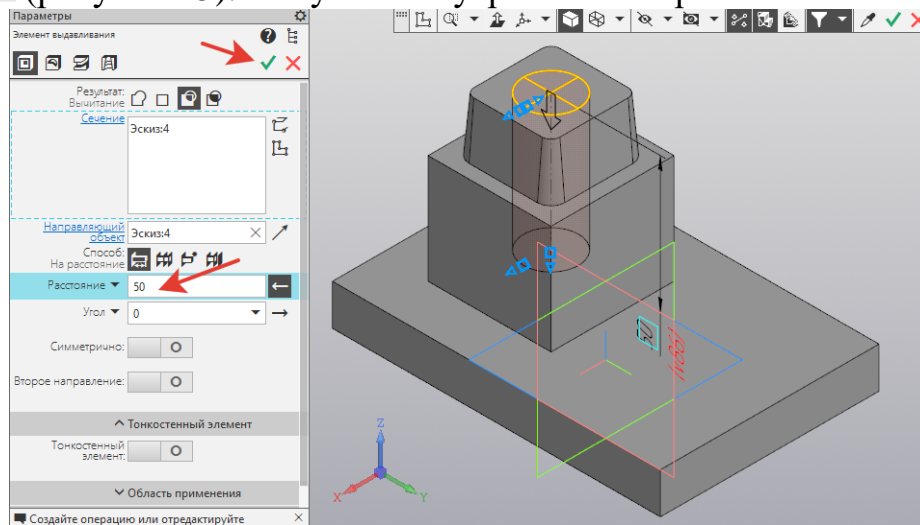

Рисунок 15.
14. На инструментальной панели **Элементы тела** - выбрать **Вырезать выдавливанием**. В **Параметрах** задать **Расстояние** – 50. Создать объект  (рисунок 15). Получили внутреннее отверстие.